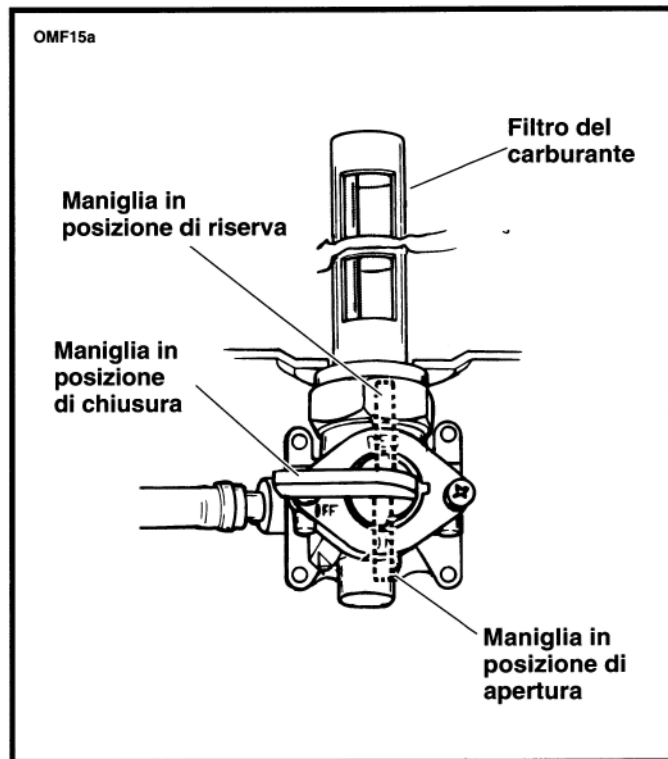

Figura 17. Rubinetto carburante
Vedere la figura 17. Il rubinetto carburante è situato sotto il serbatoio del carburante. L'alimentazione di carburante verso il carburatore viene bloccata quando la maniglia è in posizione orizzontale oppure il motore è spento (OFF). Ruotando la maniglia verso il basso in posizione verticale, si attiva (ON) l'alimentazione di carburante; ruotando la maniglia verso l'alto in posizione verticale, si attiva (ON) l'alimentazione di riserva. Il rubinetto viene attivato a pressione, si apre e si chiude quando il motore viene acceso (ON) e spento (OFF).